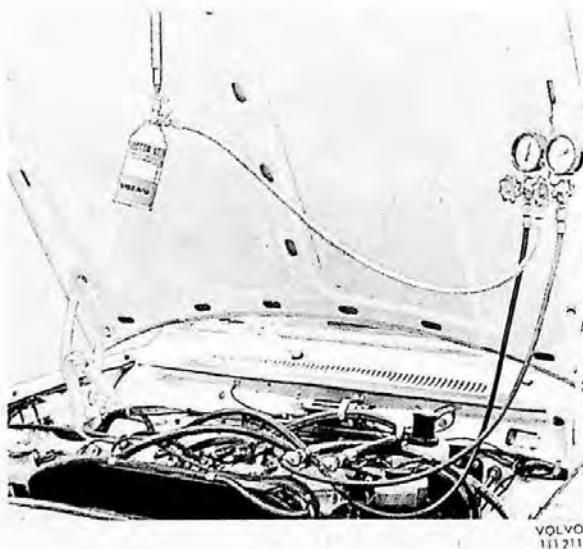

Fig. 5. "Wegwerp" bus opgehangen in een veerunster en aangesloten op de airconditioning installatie.
5. Hang de wegwerp bus in een veerunster (Fig. 5) en stel het gewicht vast met aangesloten slang.